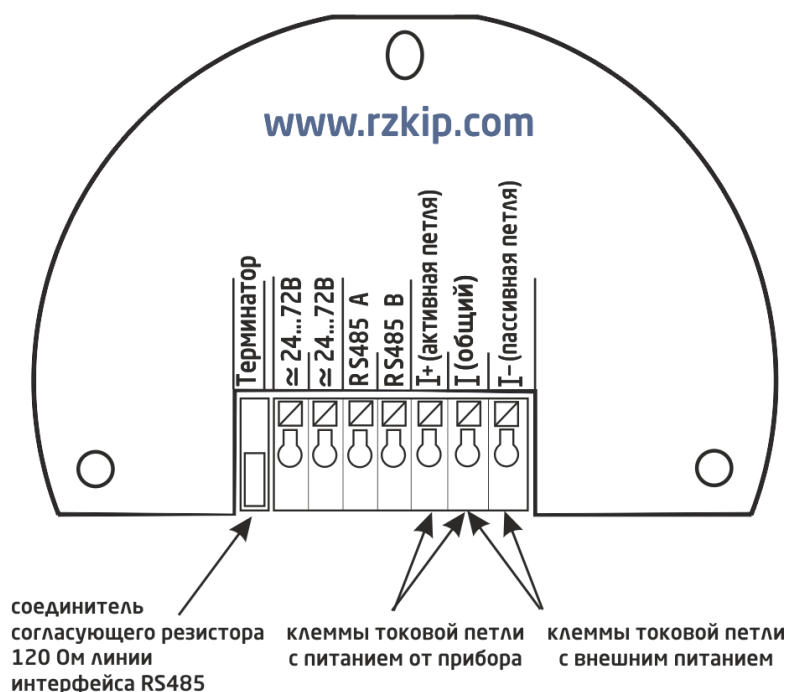

Рисунок 2. Панель подключения к внешним цепям
- 5) Подключить провода к нажимным клемникам в соответствии с надписями на клеммной панели (рис.2). Для подключения провода к клемме необходимо нажать отверткой на кнопку до упора, вставить провод в круглое отверстие расположенное под нажатой кнопкой и отпустить кнопку. Кнопка должна быть утоплена. Проверить надежность соединения выдергивая провод.
- 6) запустить файл УР203. На экране компьютера должно появиться окно «Программа настройки» (рис. 2).